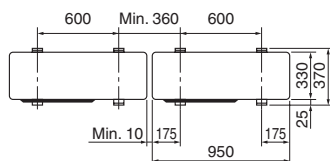

Fig. 3-1
- Certifique-se de instalar a unidade numa superfície firme e nivelada para evitar estrêpidos durante a operação. (Fig. 3-1)